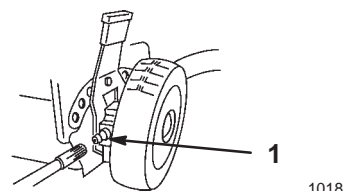

Figure 29
1. A l'aide d'un chiffon propre, essuyez les graisseurs des leviers de réglage de hauteur des roues arrière (Fig. 29).